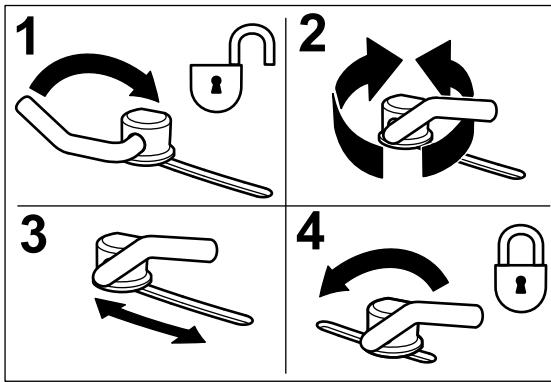

図 15
- カムロックは、レバーを上側に回してゆるめて調整する図 15。
- 調整ができたらレバーを締めてバッフルとカムロックを固定する。(図 15)